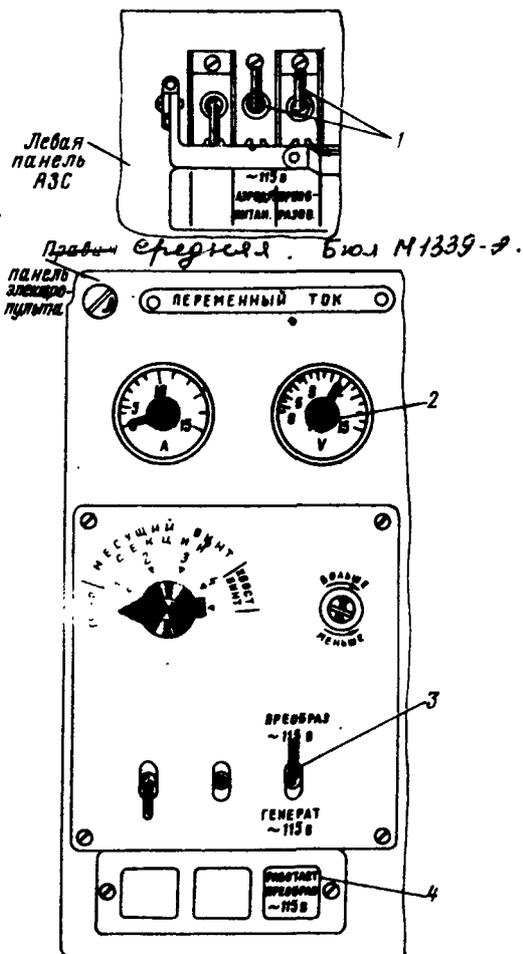

Рис. 72. К проверке работоспособности преобразователя ПО-750А:
- включить автомат защиты сети "АВАР.ПИТАН.ШИНЫ 115В /рис.72 а/. Напряжение по вольтметру должно быть $115В \pm 4\%$;
Рис. 72а. Установка выключателя аварийного питания шины $\sim 115В$
— включить автоматы 1 защиты сети (рис. 72)